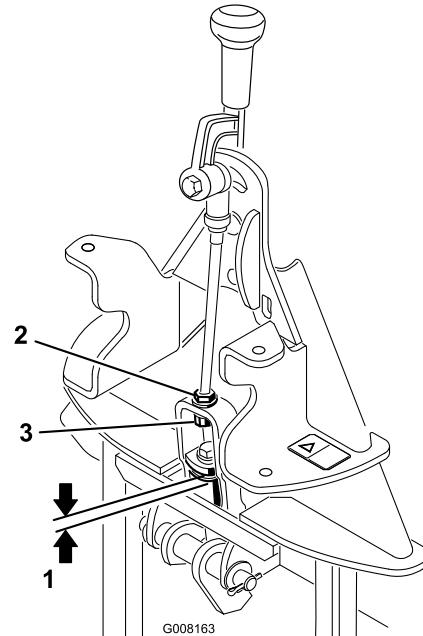

Figura 12
2. Mida el espacio entre la arandela superior y el espaciador del conjunto de enganche del adaptador de accesorios, según se muestra en Figura 12.